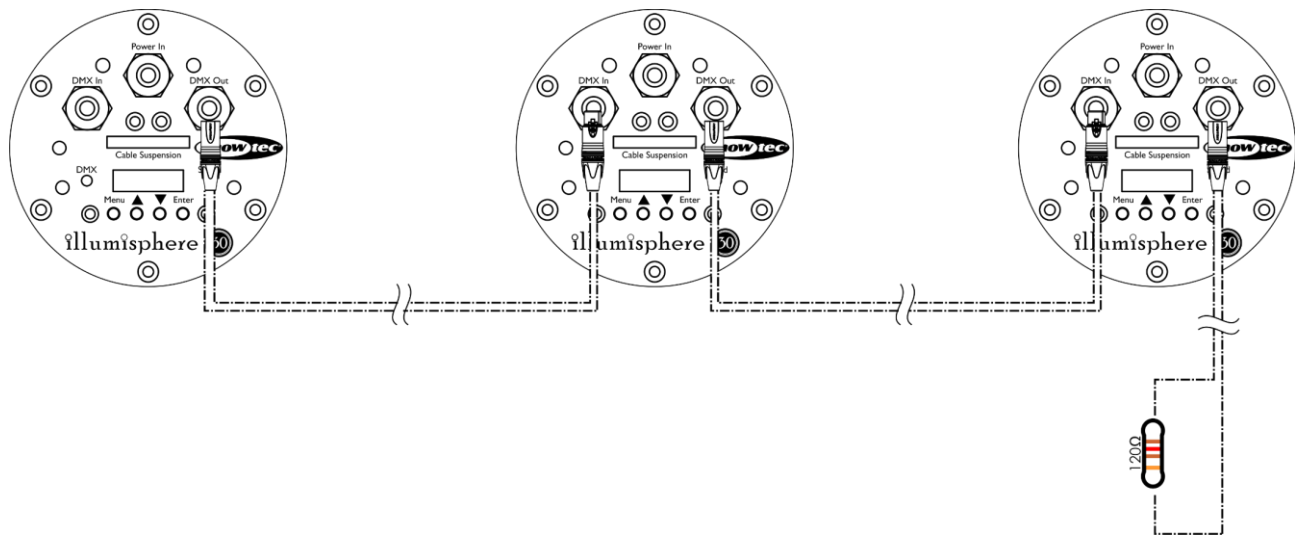

Fig. 07
- 02) Repita el paso 1 para todos los dispositivos como se indica en la Fig. 07. El primer dispositivo conectado se reconocerá automáticamente como el dispositivo maestro.